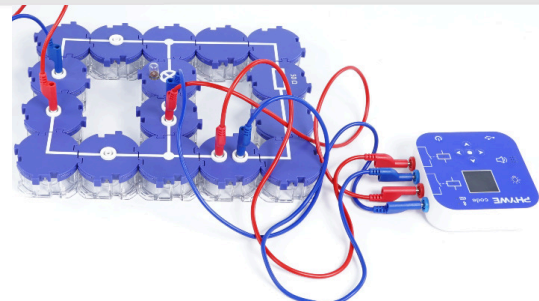

Fig. 4
- Conecte las dos conexiones inferiores al circuito de la resistencia. (Fig. 4)